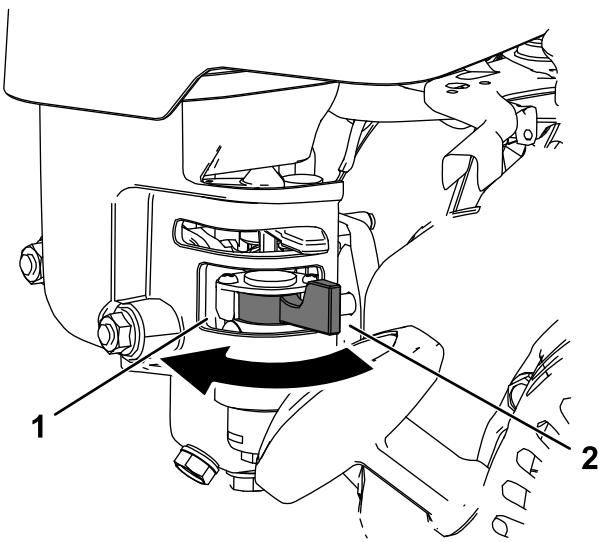

Figura 18
- Para abrir la válvula del combustible, acerque la palanca de cierre de combustible al tirador del arrancador de retroceso (Figura 18)
- Para cerrar la válvula del combustible, aleje la palanca de cierre de combustible del tirador del arrancador de retroceso (Figura 18)